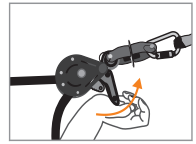

Fig 5
Zum Abmontieren der Sicherungsleine zieht man am Nockenhebel (4) (Abb. 5). Das Ganze aushaken und wieder im Originalbeutel verstauen.